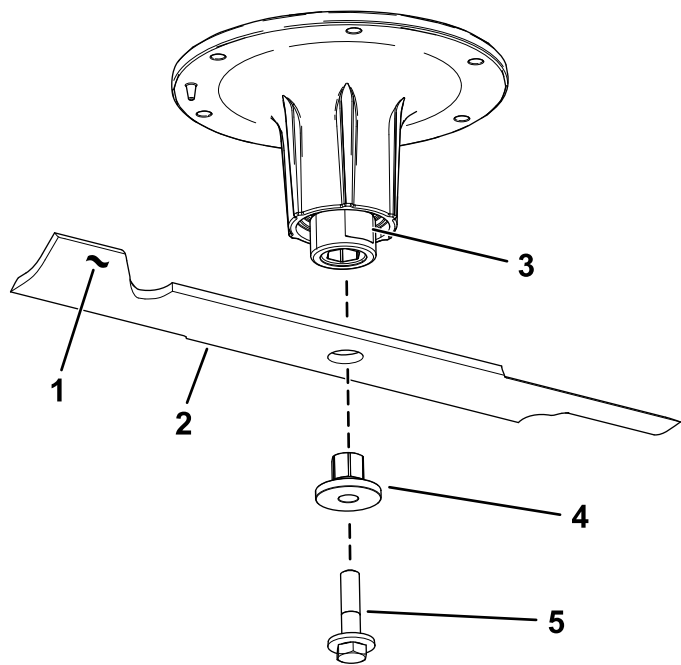

Figura 107
2. Retire el perno de la cuchilla, el casquillo y la cuchilla del eje (Figura 107).